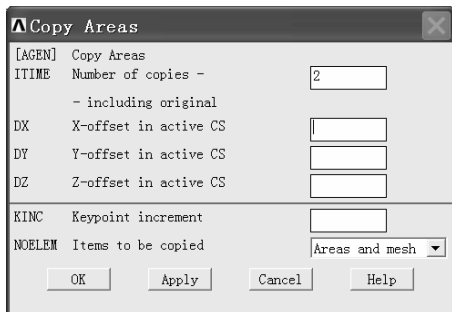
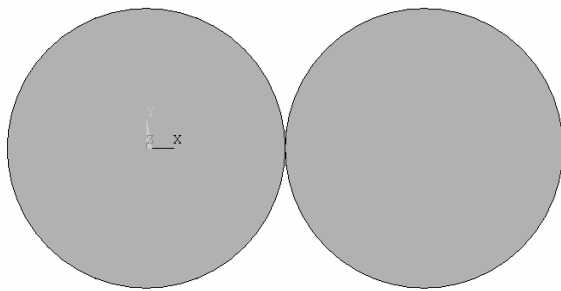

图 2-41 另一个“Copy Areas”窗口
图 2-42 两个圆
(3) 用鼠标左键单击图形界面的圆，然后单击“Copy Areas”窗口中的“OK”按钮弹出另一个“Copy Areas”窗口（见图 2-41）。在该窗口的“DX X-offset in active CS”后的方框中输入“0.2”，单击 OK 按钮生成另一个圆（见图 2-42），复制生成的圆相对于最初的圆沿 X 轴方向移动了 0.2。